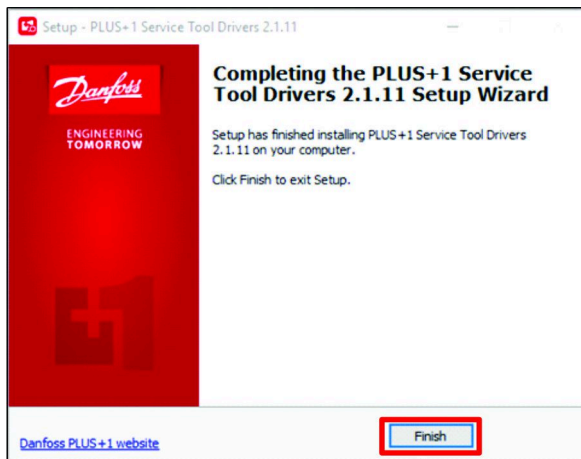

Bild 32
3. Klicken Sie im Dialogfeld „Abschluss des Assistenten zur Einrichtung von Service-Tool-Treibern“ auf die Schaltfläche FERTIG (Bild 32).